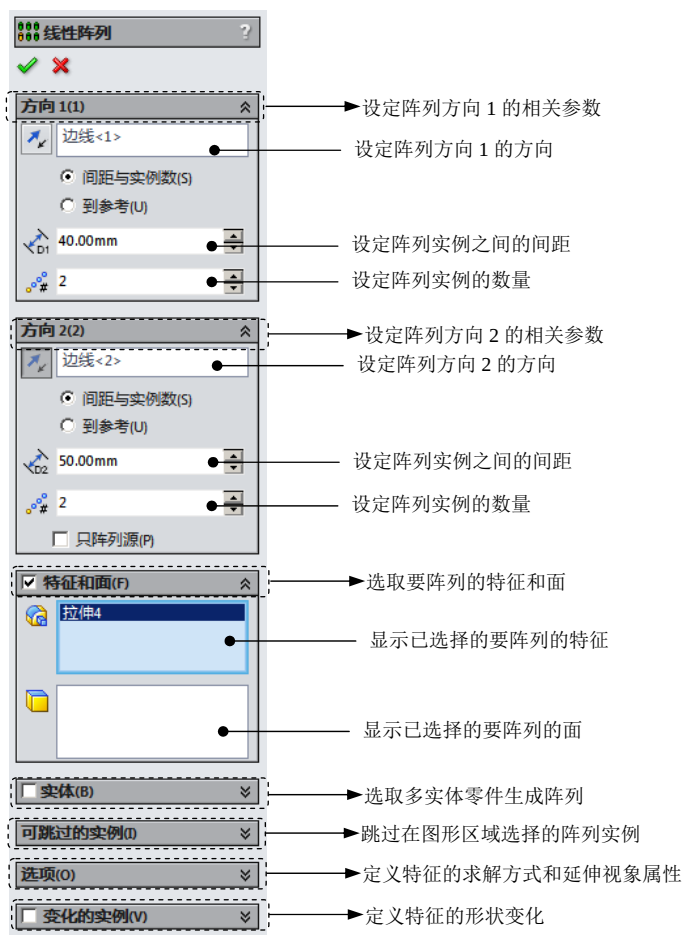

图 3.19.2 “线性阵列”对话框
Step2. 选择命令。选择下拉菜单 **插入(I)** → **阵列/镜像(E)** → **线性阵列(L)...** 命令，系统弹出图 3.19.2 所示的“线性阵列”对话框。